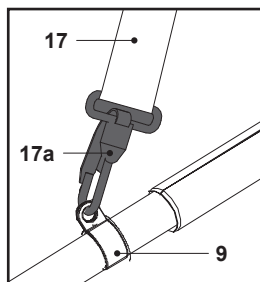

Fig. 8
4. Verrouiller le harnais (17) sur la boucle (9) à l'aide du clip de fixation (17a) (Fig. 8).